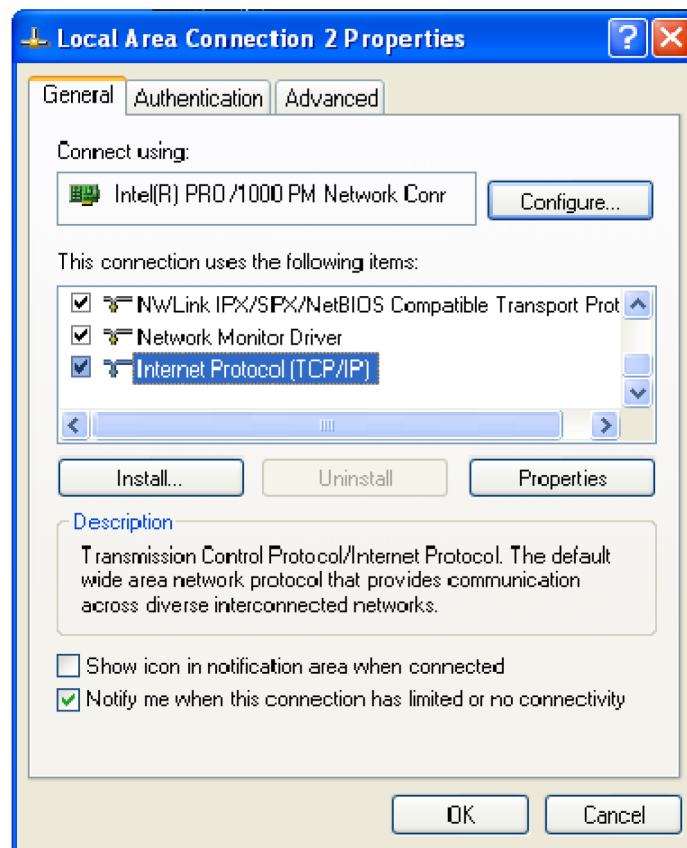

図 18: LAN Connection ダイアログ・ボックス
4. お使いのローカル LAN カードに対応するローカル・エリア接続のアイコンを右クリックし、メニューから Properties を選択します。Properties ダイアログ・ボックスが表示されます。(図 18 参照)。